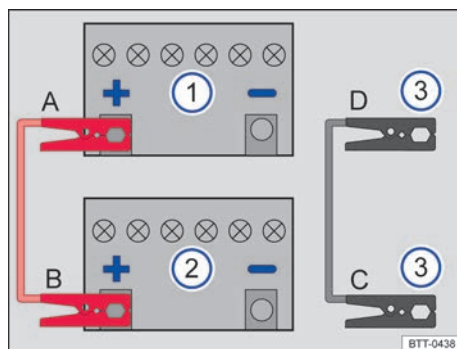
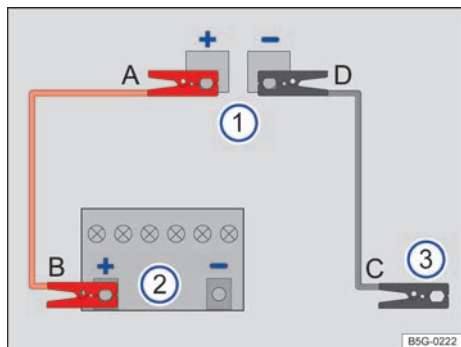

Fig. 315 Esquema para conectar los cables de arranque en el caso del vehículo que suministra la corriente (batería en el vano motor).
Fig. 316 Esquema para conectar los cables de arranque en el caso del vehículo que suministra la corriente (batería en el maletero).
Leyenda de la fig. 315 y fig. 316:
Los cables de arranque solo se deberán conectar siguiendo el orden **A – B – C – D** → fig. 315.
- Conecte un extremo del cable de arranque *rojo* al polo positivo (+) del vehículo con la batería descargada → fig. 315 ⌚ → ⚠️
- Conecte el otro extremo del cable de arranque *rojo* al polo positivo (+) de la batería del vehículo que suministra la corriente → fig. 315 ⌚.
- Conecte un extremo del cable de arranque *negro* → fig. 315 ⌚ preferentemente a una toma para la ayuda de arranque (terminal de masa); de lo contrario, a la argolla de remolque delantera previamente enroscada, al bloque motor o a una pieza de metal maciza que vaya atornillada fijamente al bloque motor.
- Conecte el otro extremo del cable de arranque *negro* → fig. 315 ⌚ preferentemente a la toma para la ayuda de arranque (terminal de masa) → pág. 468 del vehículo con la batería descargada; de lo contrario a la argolla de remolque delantera → pág. 471 previamente enroscada, al bloque motor o a una pieza de metal maciza que vaya atornillada fijamente al bloque motor → ⚠️.
Los cables de arranque solo se deberán conectar siguiendo el orden **A – B – C – D** → fig. 316.
- Conecte un extremo del cable de arranque *rojo* a la toma para la ayuda de arranque (polo positivo) (+) del vehículo con la batería descargada → fig. 316 ⌚ → ⚠️
- Conecte el otro extremo del cable de arranque *rojo* al polo positivo (+) de la batería del vehículo que suministra la corriente → fig. 316 ⌚. ▶
- Conecte un extremo del cable de arranque *negro* → fig. 316 ③ preferentemente a una toma para la ayuda de arranque (terminal de masa); de lo contrario, a la argolla de remolque delantera previamente enroskada, al bloque motor o a una pieza de metal maciza que vaya atornillada fijamente al bloque motor.
- Conecte el otro extremo del cable de arranque *negro* → fig. 316 ③ preferentemente a la toma para la ayuda de arranque (terminal de masa) → pág. 468 del vehículo con la batería descargada; de lo contrario a la argolla de remolque delantera → pág. 471 previamente enroskada, al bloque motor o a una pieza de metal maciza que vaya atornillada fijamente al bloque motor → ▲.
- Conecte el otro extremo del cable de arranque *negro* a la toma para la ayuda de arranque (terminal de masa) → pág. 468 → fig. 316 ④ → ▲ del vehículo con la batería descargada.
- Desconecte los cables de arranque únicamente en el orden **D – C – B – A** → fig. 315 o → fig. 316 con los motores en marcha.